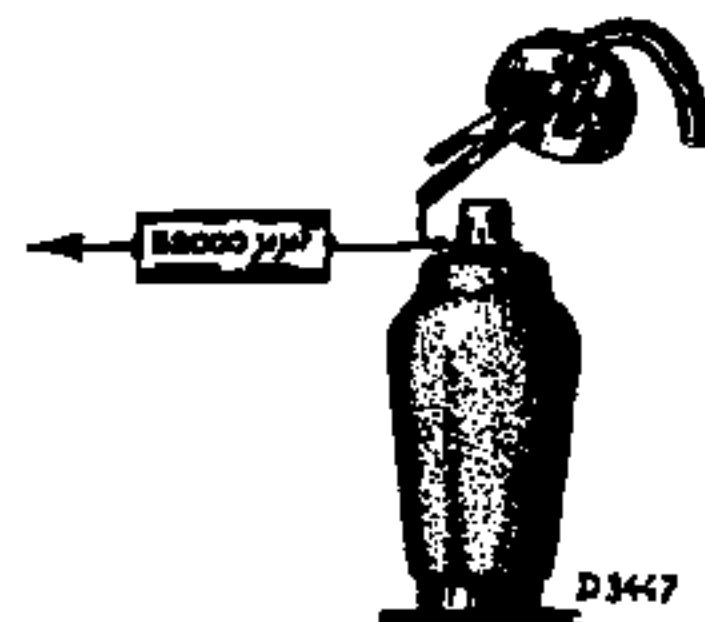

FIG. 4
6. Gemoduleerd signaal van 468 kHz via een condensator van 33000 pF toevoeren aan het eerste rooster van L1 (fig.4)